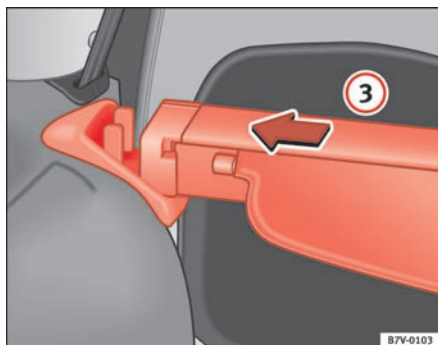

Abb. 114 Gepäckraumabdeckung: Halterung auf der linken Seite
- Drücken Sie die Gepäckraumabdeckung bis zum Anschlag in Pfeilrichtung ⇒ Abb. 114 (3) in die linke Halterung.